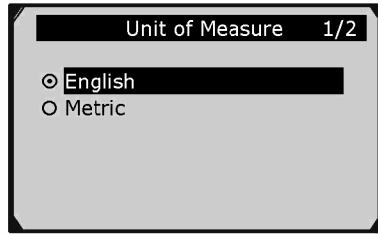

Рисунок 3-5
- 2) В окне **Unit of Measure [Единицы измерения]** с помощью кнопки прокрутки выберите необходимую **систему единиц измерения**. См. рисунок 3-5.